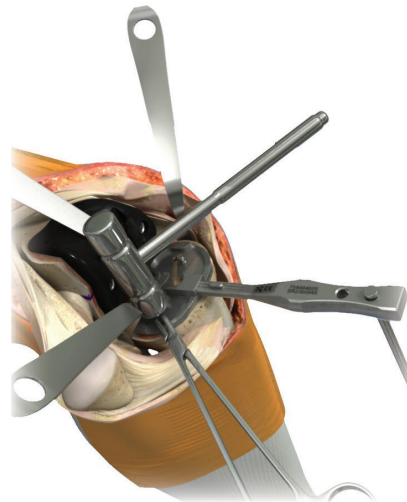

Figura 24
2. Re-evalúe la cobertura tibial, el tamaño y la rotación requeridas y clave la placa base de la Prueba Tibial en su lugar utilizando dos pines de cabeza corta (Figura 24).